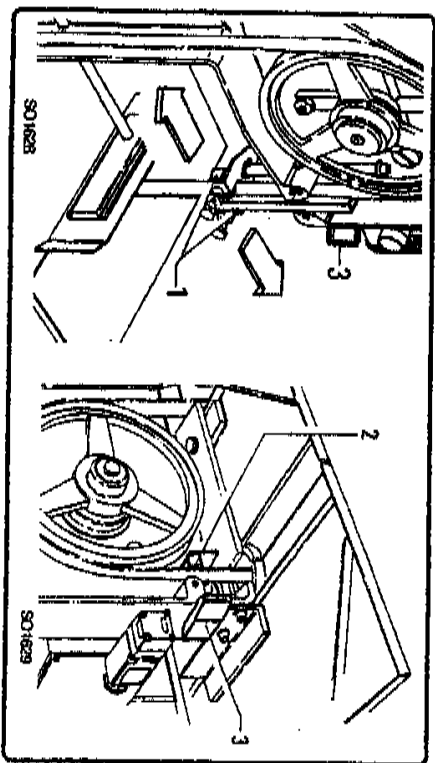

Fig. 7.6.4
7.6.4 - Чистка лезвонаправляющих накладок (рис. 7.6.4)